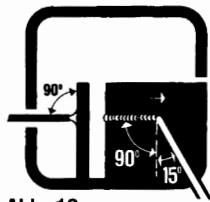

Abb. 12
**Stirnseitige Stumpfschweisverbindungen (Abb. 12)**